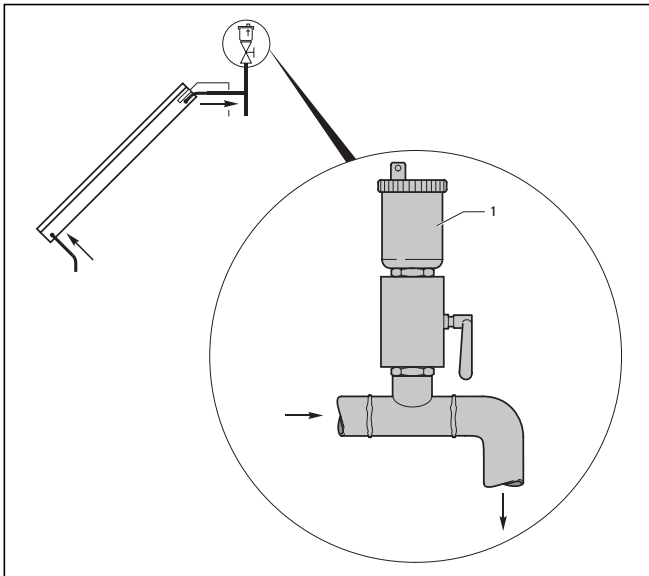

Fig. 6.2 Dispositivo di sfiato
- Sfiato mediante sfiato rapido automatico con rubinetto di intercettazione (→ fig. 6.2)